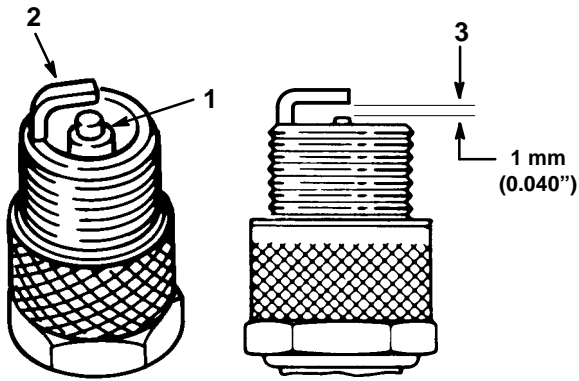

Figure 20
1. Inspecter le centre des bougies (Fig. 20). Si le bec de l'isolateur est recouvert d'un léger dépôt gris-brun, le moteur fonctionne correctement. S'il est couvert d'un dépôt noir, c'est généralement signe que le filtre à air est encrassé.
2. Contrôler l'écartement entre l'électrode centrale et l'électrode latérale (Fig. 20). Courber l'électrode latérale (Fig. 20) si l'écartement est incorrect.